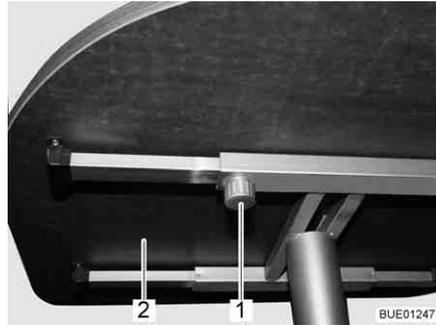

Fig. 71 Mesa fija
- Aflojar el tornillo moleteado (Fig. 71,1).
- Desplazar a la posición deseada el tablero de la mesa (Fig. 71,2).